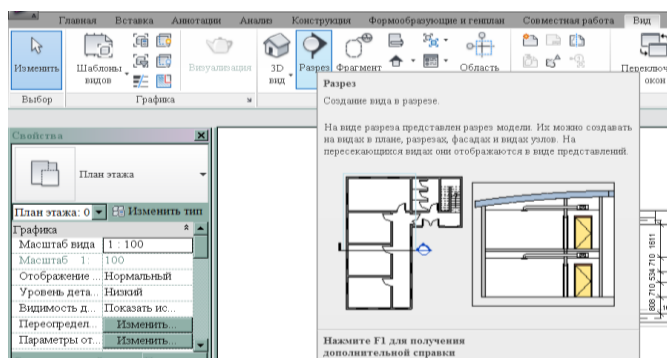

Рис. 120
2. На вкладке **Вид** выбрать **Разрез** (рис.120).